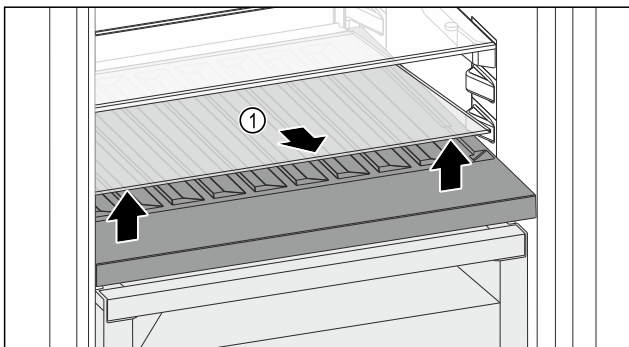

Fig. 123
- ▶ Повдигнете стъклената плоча Fig. 123 (1) при прореза отпред и извадете.
- ▶ Съхранявайте стъклената плоча Fig. 123 (1) на сигурно място извън уреда.